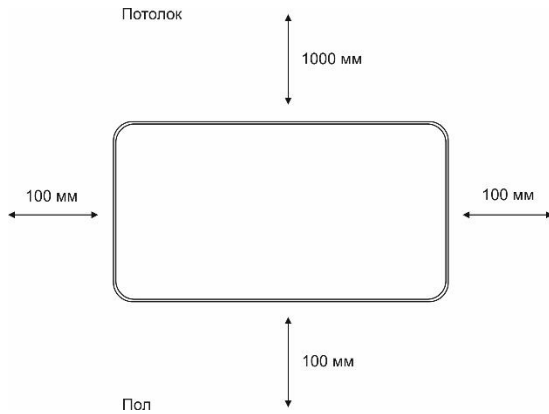

Рис. 3 Минимальное расстояние до посторонних предметов при настенной установке
1. Определите место установки прибора с соблюдением минимальных расстояний до посторонних предметов, потолка и пола. (Рис.3).